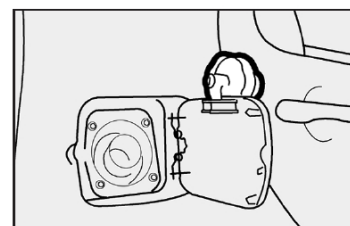

fig. 88
- após a retirada da tampa, encaixe-a no suporte existente na portinhola **fig. 88**.